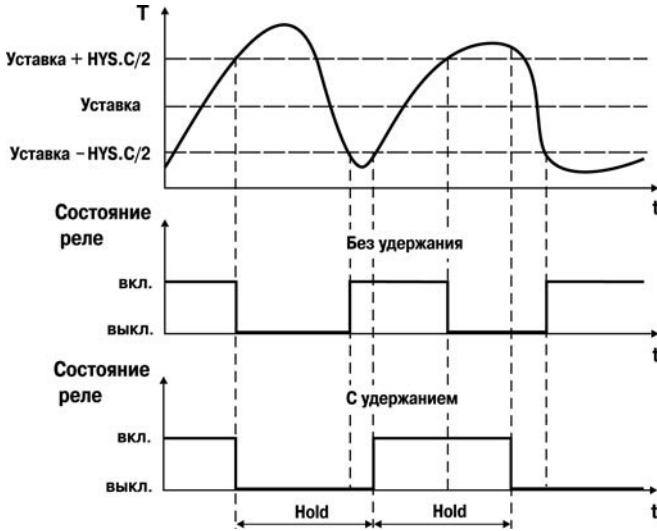

Рисунок 3.6 - Работа регулятора с заданным удержанием
*Удержание* во включенном/выключенном состоянии – минимальное время, в течение которого ИМ будет выключен или включен. Удержание задается параметром **HoLd**. Функция реализуется следующим образом: регулятор отсчитывает время от момента происшедшего переключения и блокирует иное переключение состояния ВЭ, если не прошло требуемое время удержания. Этот механизм может использоваться для защиты исполнительных механизмов, которые в силу своих технических характеристик не должны запускаться, пока не простояв определённого времени в нерабочем состоянии или тех, которые не должны выключаться, не отработав определённое время (рис. 3.6).